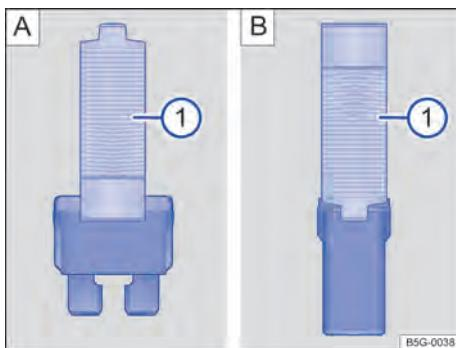

Fig. 175 Retirar ou colocar o fusível com a pinça de plástico: **A:** fusível plano, **B:** fusível de bloqueio.
- Se necessário, retirar a pinça de plástico → Fig. 175 **①** da cobertura da caixa de fusíveis.
- De acordo com a versão do fusível, colocar as garras adequadas do alicate plástico → Fig. 175 **A** **①** ou → Fig. 175 **B** **①** lateralmente no fusível.
- Caso o fusível esteja queimado, substituir o fusível por um novo da *mesma* intensidade de corrente (mesma cor e inscrição) e do *mesmo* tamanho → **①**.